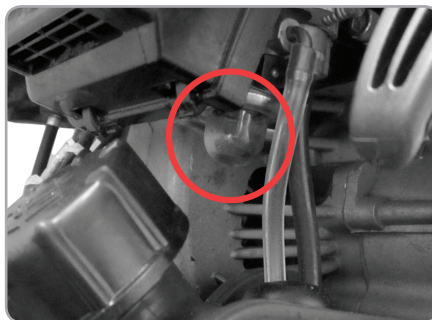

Fig.7
Pornirea: Fig 7, 8, 9
- Înainte de a porni pentru prima data demolatorul, apăsați în mod repetat balonul de combustibil transparent pentru a umple complet carburatorul cu combustibil Fig 7
Carburator: Fig 7